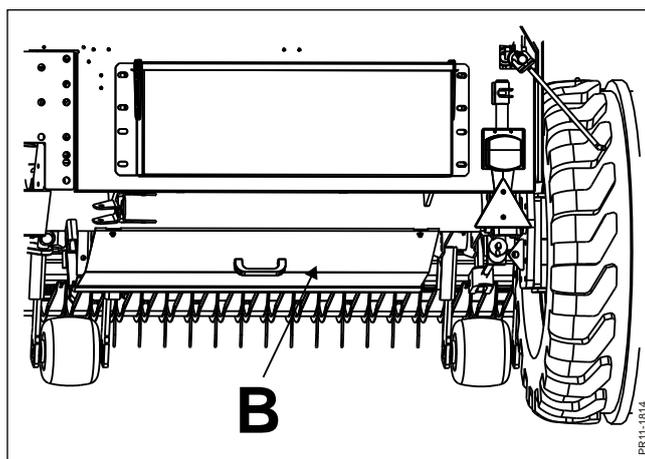

Abb. 4-19
**Abb. 4-19** Unter dem Walzenabschnitt kann optional ein Bodenblech **B** montiert werden. Dieses Blech kann bei Arbeiten in sehr trockenen Gebieten oder in Bereichen mit kurzem Erntegut montiert werden, um Abfall unter den Walzen zu vermeiden.